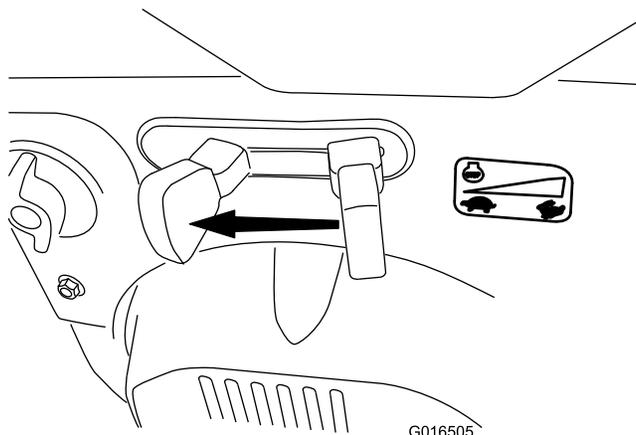

Figura 32
1. Portate l'acceleratore in posizione Slow e quindi in posizione Stop (Figura 32) per spegnere il motore. È possibile arrestare il motore anche tirando in fuori la chiave di accensione nella posizione centrale.